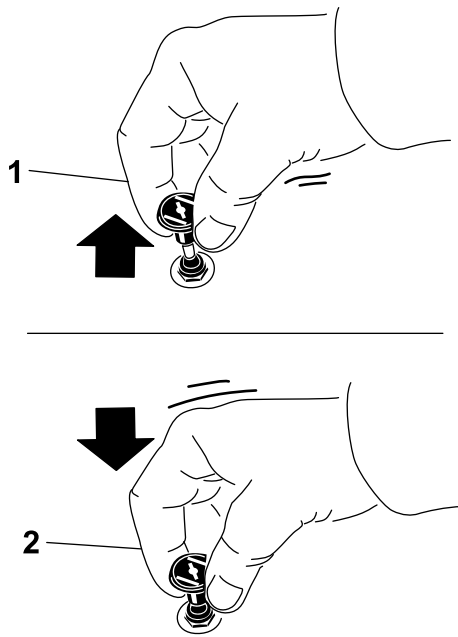

Figura 17
1. Tire hacia arriba del mando para engranar el estárter antes de usar el interruptor de encendido (Figura 17).
2. Presione hacia abajo el control del estárter para desactivar el estárter después de que el motor arranque (Figura 17).